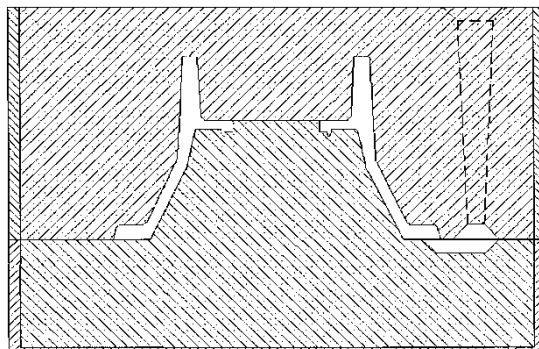

Рис. 3.2 Форма в сборе при единичном производстве отливки
4. определить рациональное положение отливки в форме и выбрать поверхность разреза при единичном характере производства отливок, привести эскиз формы в сборе с литниковой системой (рис. 3.2), и, если это необходимо, прибылями или холодильниками;